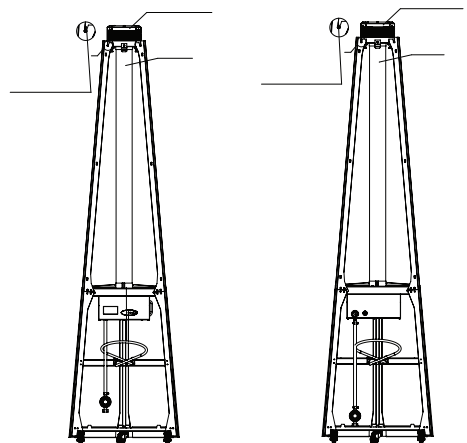

Рис.12 - Установка колбы и дожигателя
- Извлеките из коробки колбу и аккуратно вставьте колбу, и сверху установите на профили дожигатель (рис.12), фиксируя колбу, затяните винты;